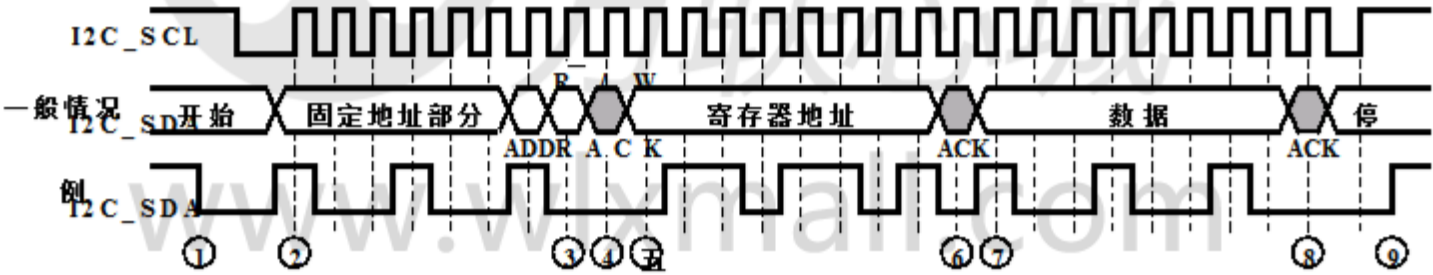

图28. I2C写程序
过程，请参见图28.写入过程的步骤如下
- 一个.发送停止条件（持有I2C_SCL线高，拉高I2C_SDA线）并释放总线控制结束交易（如图所示）图28）.